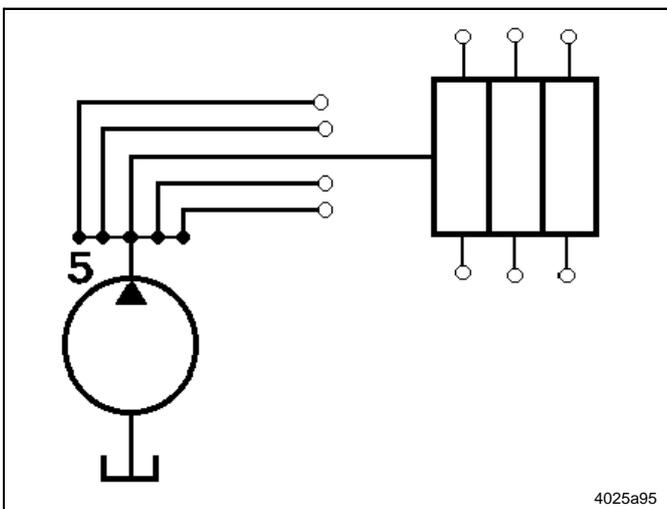

Abb. 14 Mehrlitungspumpe erweitert durch einen Progressiv - Verteiler
- In Verbindung mit Handpumpen, pneumatischen oder elektrischen Pumpen bilden Progressiv Verteiler einfache und kostengünstige Zentralschmieranlagen, siehe Abb. 14.